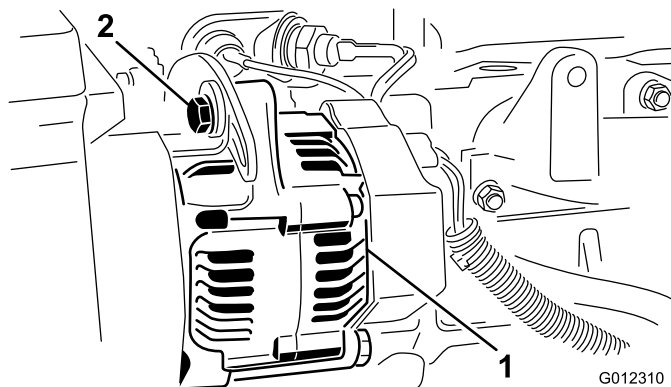

Figure 41
- Si ce n'est pas le cas, desserrez les boulons de fixation de l'alternateur (Figure 41). Augmentez ou diminuez la tension de la courroie et resserrez les boulons. Contrôlez de nouveau la flèche de la courroie pour vérifier si la tension est correcte.